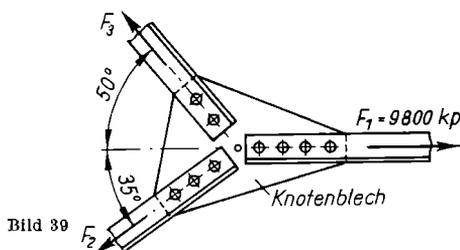

Bild 39
70. Bei einer Stahlkonstruktion treffen drei Winkelstähle $60 \cdot 60 \cdot 10$ in einem Knotenpunkte O nach Bild 39 zusammen. Der Stab F_1 überträgt 9800 kp Zugkraft. **a)** Welche Zugkräfte treten in den Stäben F_2 und F_3 auf? **b)** Mit wieviel Nieten müssen die Stäbe F_1 , F_2 und F_3 an das Knotenblech angeschlossen werden, wenn der Nietdurchmesser 17 mm und die zulässige Abscherspannung der Niete 900 kp/cm^2 sein soll?